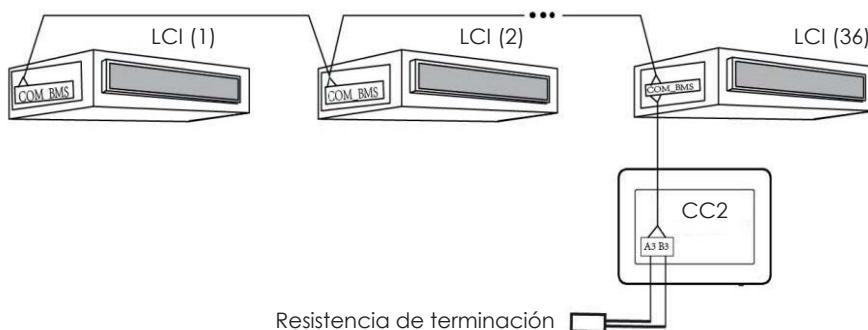

Fig. 3.7 Controlador centralizado conectado a sistemas LCI
2. Conectar (utilizando un cable con las características especificadas en el párrafo 3.1) los terminales A3 y B3 del controlador al puerto COM\_BMS de la unidad interna (las unidades internas LCI tienen dos puertos COM\_BMS, uno para la comunicación de las unidades internas y otro que se utiliza para la conexión del controlador centralizado). Se recuerda que es necesario conectar la resistencia de terminación como se muestra en el esquema de la fig. 3.7.